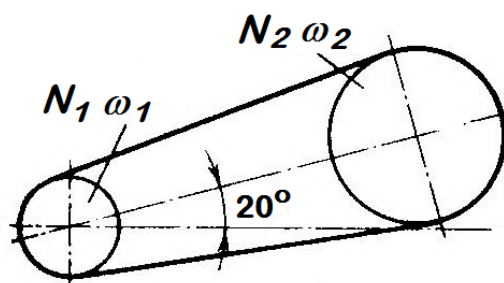

Рис. 9
2. Рассчитать плоскоремennую передачу (рис. 9). Мощность на ведущем валу  $N_1$ , угловая скорость  $\omega_1$  и угловая скорость ведомого шкива  $\omega_2$  приведены в табл. 8. Расстоянием между центрами шкивов, а также режимом работы передачи задаться.